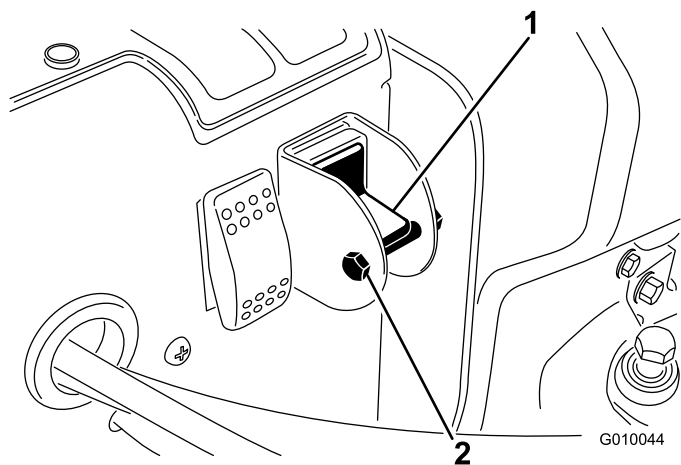

Рисунок 29
- Снимите стопорный болт и гайку с переключателя режимов (Рисунок 29).